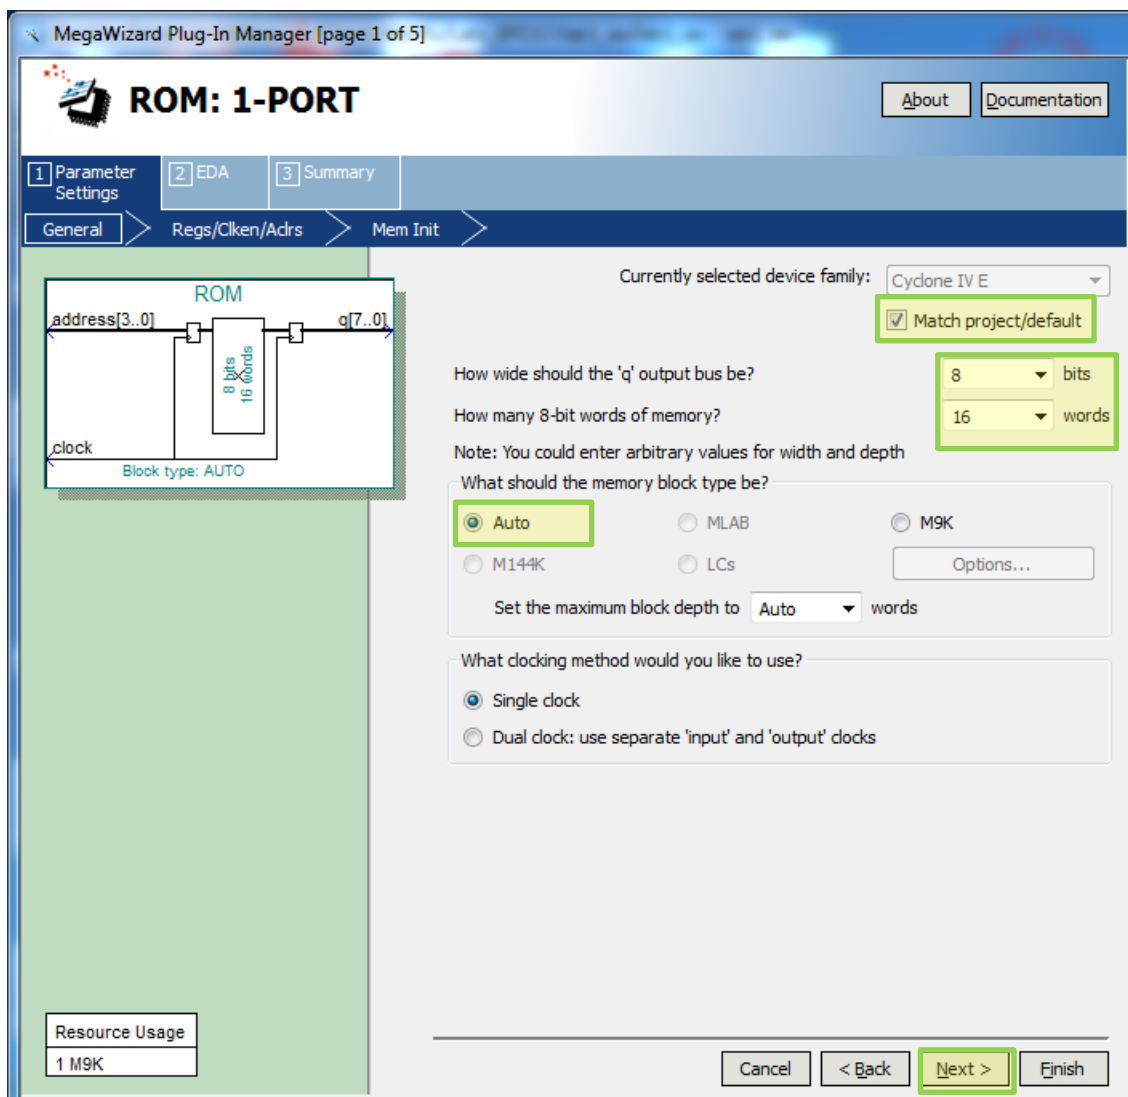

Рис. 10 Окно настройки экземпляра выбранного компонента (page 1)
3.3. В появившемся окне “**MegaWizeded Plug-In Manager [page 1 of 5]**” установите параметры как на рис. 10. Выполните «**Next**».